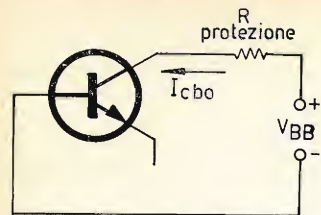

figura 2
2) La misura di  $I_{cbo}$ : per essa si realizza il montaggio di figura 2.